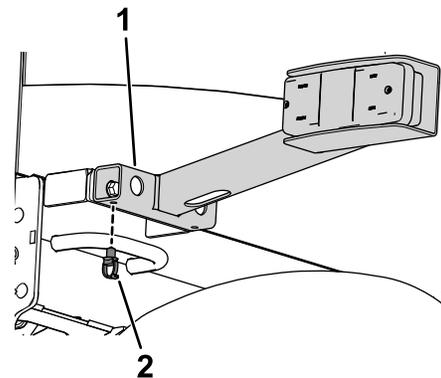

Bild 18
7. Setzen Sie einen Bindenclip in das hintere Loch des rechten Rücklichts ein (Bild 18).